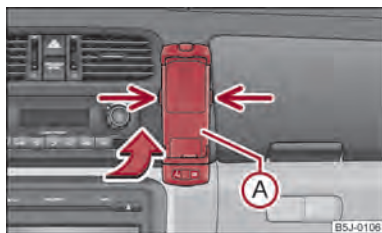

Fig. 88 Adaptare universală pentru telefon
- Împingeți mai întâi adaptorul (A) în sensul săgeții ⇒ fig. 88 în suport. Apăsăți ușor adaptorul pentru a vedea dacă s-a fixat.
- Așezați telefonul în adaptorul (A) (conform instrucțiunilor producătorului).
- Apăsăți simultan elementele de blocare laterale ale suportului ⇒ fig. 88 și scoateți telefonul cu adaptorul.